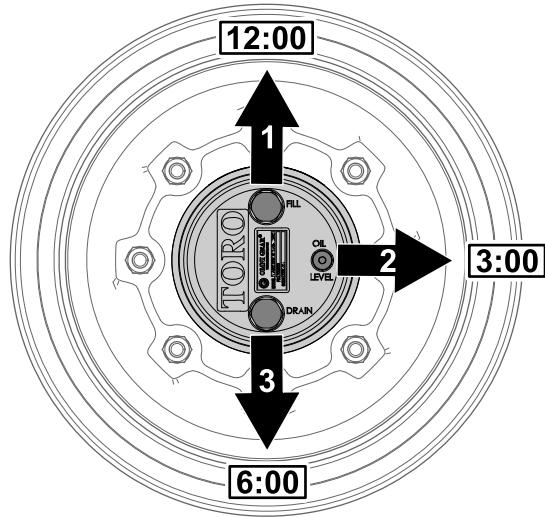

図 90
1. 水平な床面で、補給プラグが時計の 12 時の位置、点検プラグが 3 時、ドレンプラグが 6 時の位置を指すように駐車する図 90。
2. 3時の位置にある点検プラグを外す図 90。
1. 水平な床面で、補給プラグが時計の12時の位置、点検プラグが3時、ドレンプラグが6時の位置を指すように駐車する図 90 プラネタリギアオイルの点検 (ページ 57)を参照。